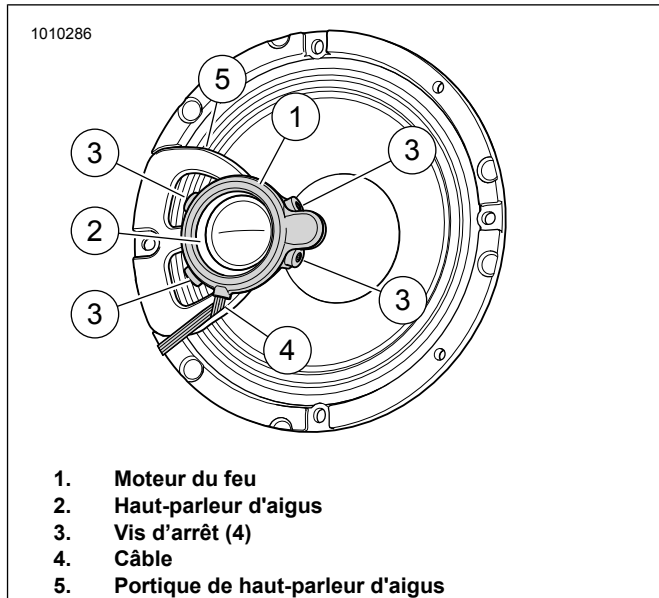

Figure 2. Haut-parleur, haut-parleur d'aigus, portique de haut-parleur d'aigus et feu DÉL du modèle FLH
Voir la figure 2. Placer le moteur du feu (1) sur le haut-parleur d'aigus (2) comme illustré. Appuyer doucement sur le moteur du feu pour le mettre en place.